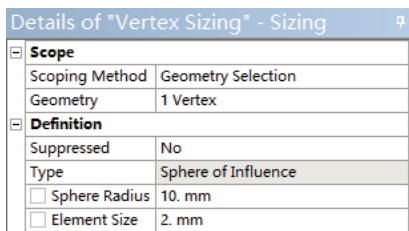
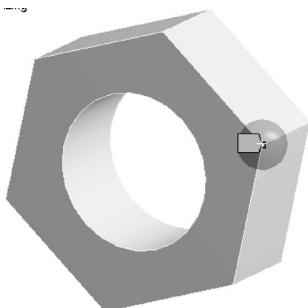

图 4-29 细节窗口
图 4-30 影响区域
3) 修改对象的细节窗口中 Sphere Radius 为 10mm, 如图 4-29 所示; 设置得到的模型如图 4-30 所示。